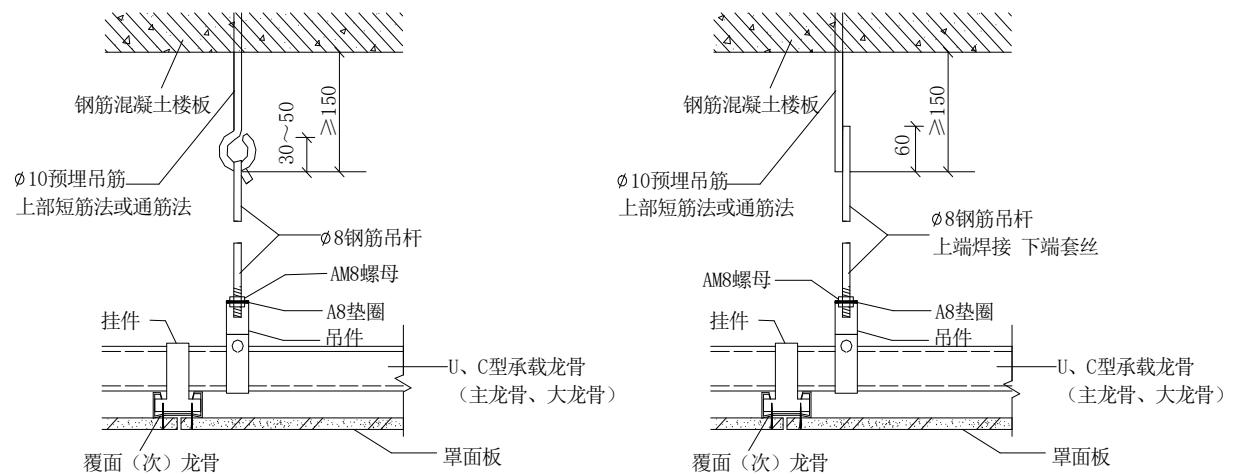

图3.2.2.2(1) 上人吊顶吊点紧固方式及悬吊构造节点
3.2.2.2 吊杆与主龙骨的连接以及吊杆与上部紧固件的连接如图3.2.2.2(1)和图3.2.2.2(2)